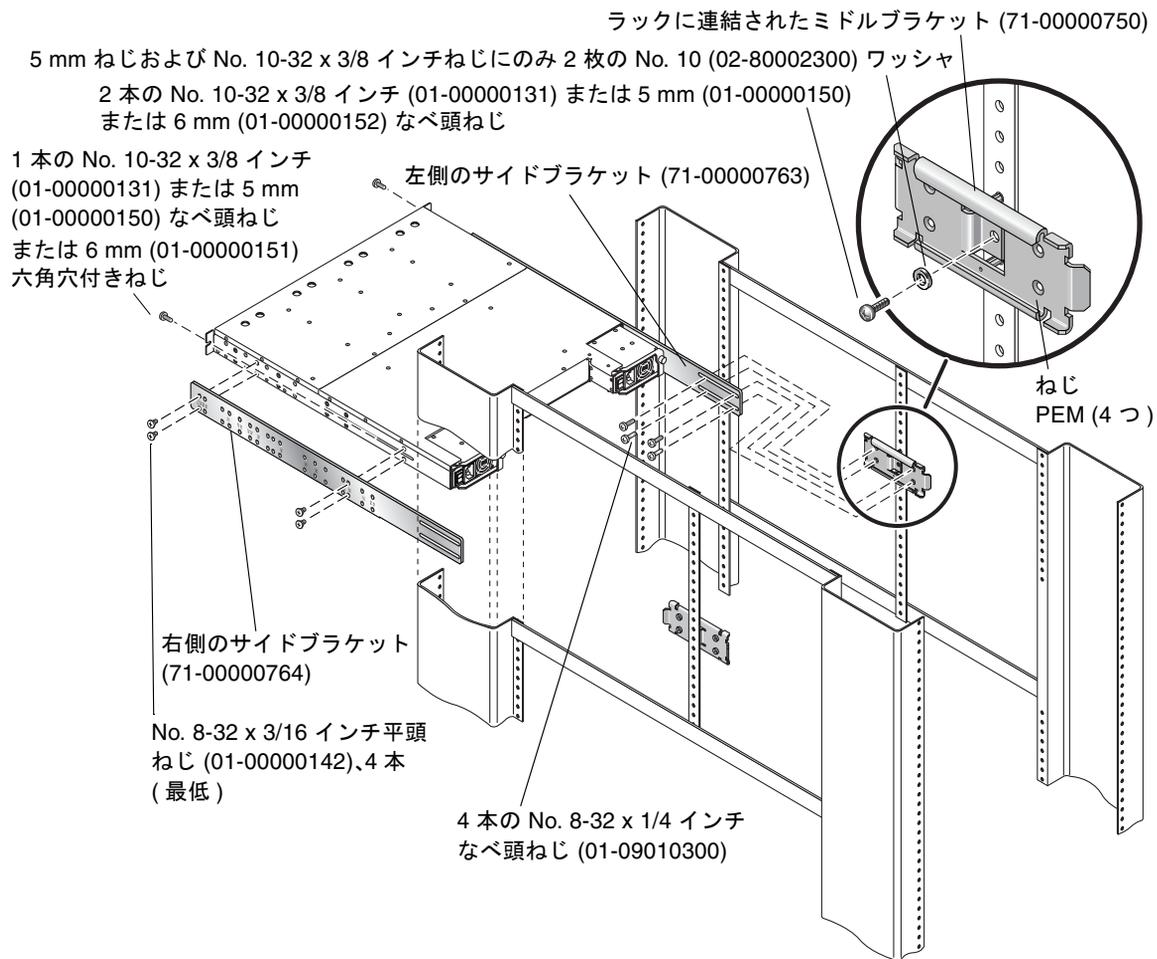

図 2-9 ミドルブラケットを使用したキャビネットのラックマウント
6. 各支柱に 1 本のねじを使用してミドルブラケットをラックの中央の支柱に取り付けます。(図 2-9 を参照してください)。